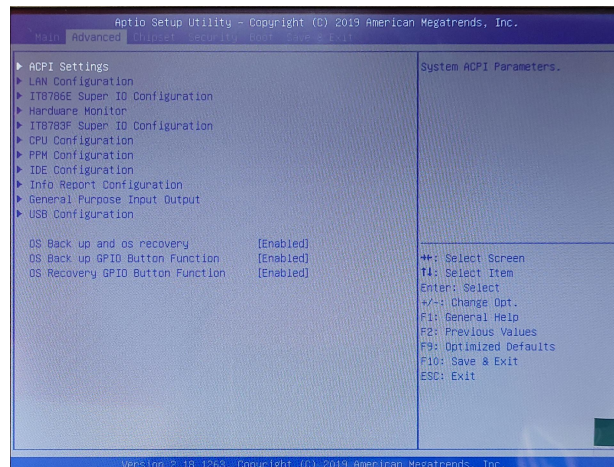

图 1 操作界面
(1) 检查工作：① 由于备份及还原操作过程中机器均不能外接存储设备，在操作之前务必先检查确认 USB 接口未连接外部存储设备，如 U 盘等，否则备份还原会出现错误；② 保证硬盘内存容量大小不小于 64G；
(2) 按电源键开机或上电开机后，连续重复按键盘上的 delete 键进入 BIOS，切换到备份操作界面（如图 1 所示）打开备份还原设置 OS Back up and os recovery, 更改状态为 Enable；